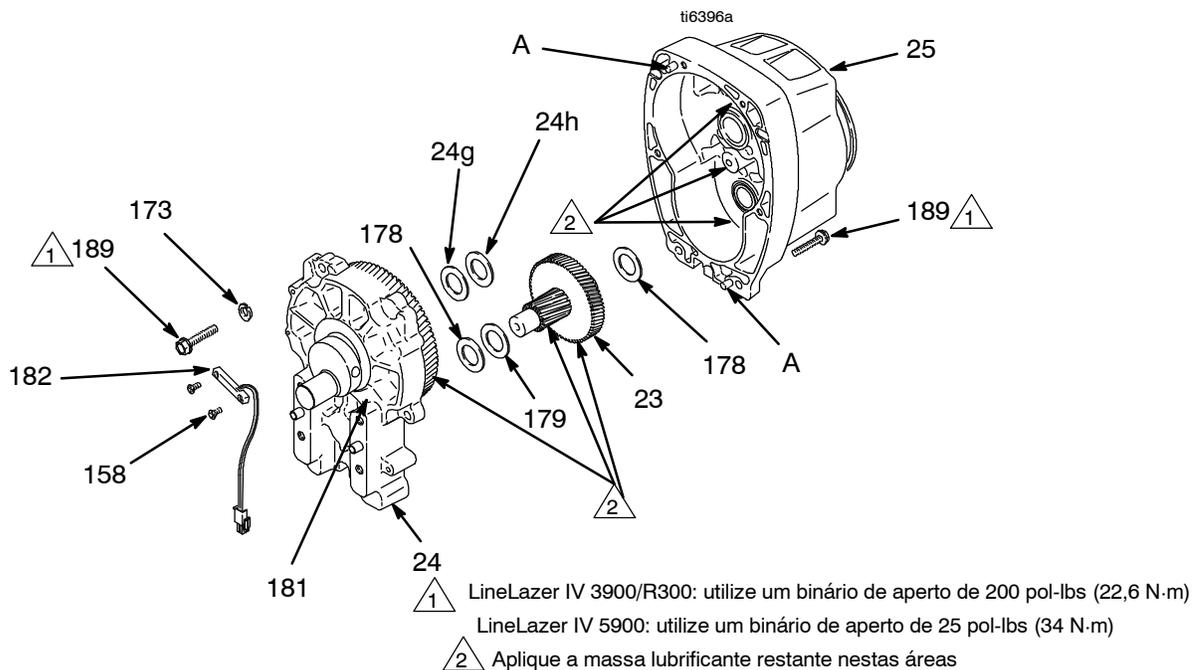

Fig. 3
2. Fig. 3. Retire a caixa de rolamentos. Efectue o procedimento **Caixa de rolamentos e biela** da página 11.
3. Retire os dois parafusos (158) e o interruptor de lâminas (182).
4. Retire os seis parafusos (189) do compartimento do pinhão (25).
5. Bata ligeiramente em torno da caixa de transmissão (24) para a soltar. Puxe a caixa de transmissão directamente do compartimento do pinhão. Prepare-se para suportar o conjunto de engrenagens (23) que também pode sair.
1. Aplique livremente massa lubrificante (fornecida com o conjunto de engrenagens de substituição) no conjunto de engrenagens (23) e nas áreas mencionadas na nota 2.
2. Coloque a anilha cor de bronze (24g) no veio saliente do veio grande da caixa de transmissão (24). Coloque a anilha prateada (24h) no compartimento do pinhão. Limpe as superfícies em contacto do compartimento do pinhão e da caixa de transmissão. Alinhe as engrenagens e pressione a nova caixa de transmissão directamente para o compartimento do pinhão e para os pinos de fixação (A).
3. Instale os seis parafusos (189). Aperte uniformemente, de acordo com o valor da nota 1 na Fig. 3.
4. Instale o interruptor de lâminas (182) com os dois parafusos (158).